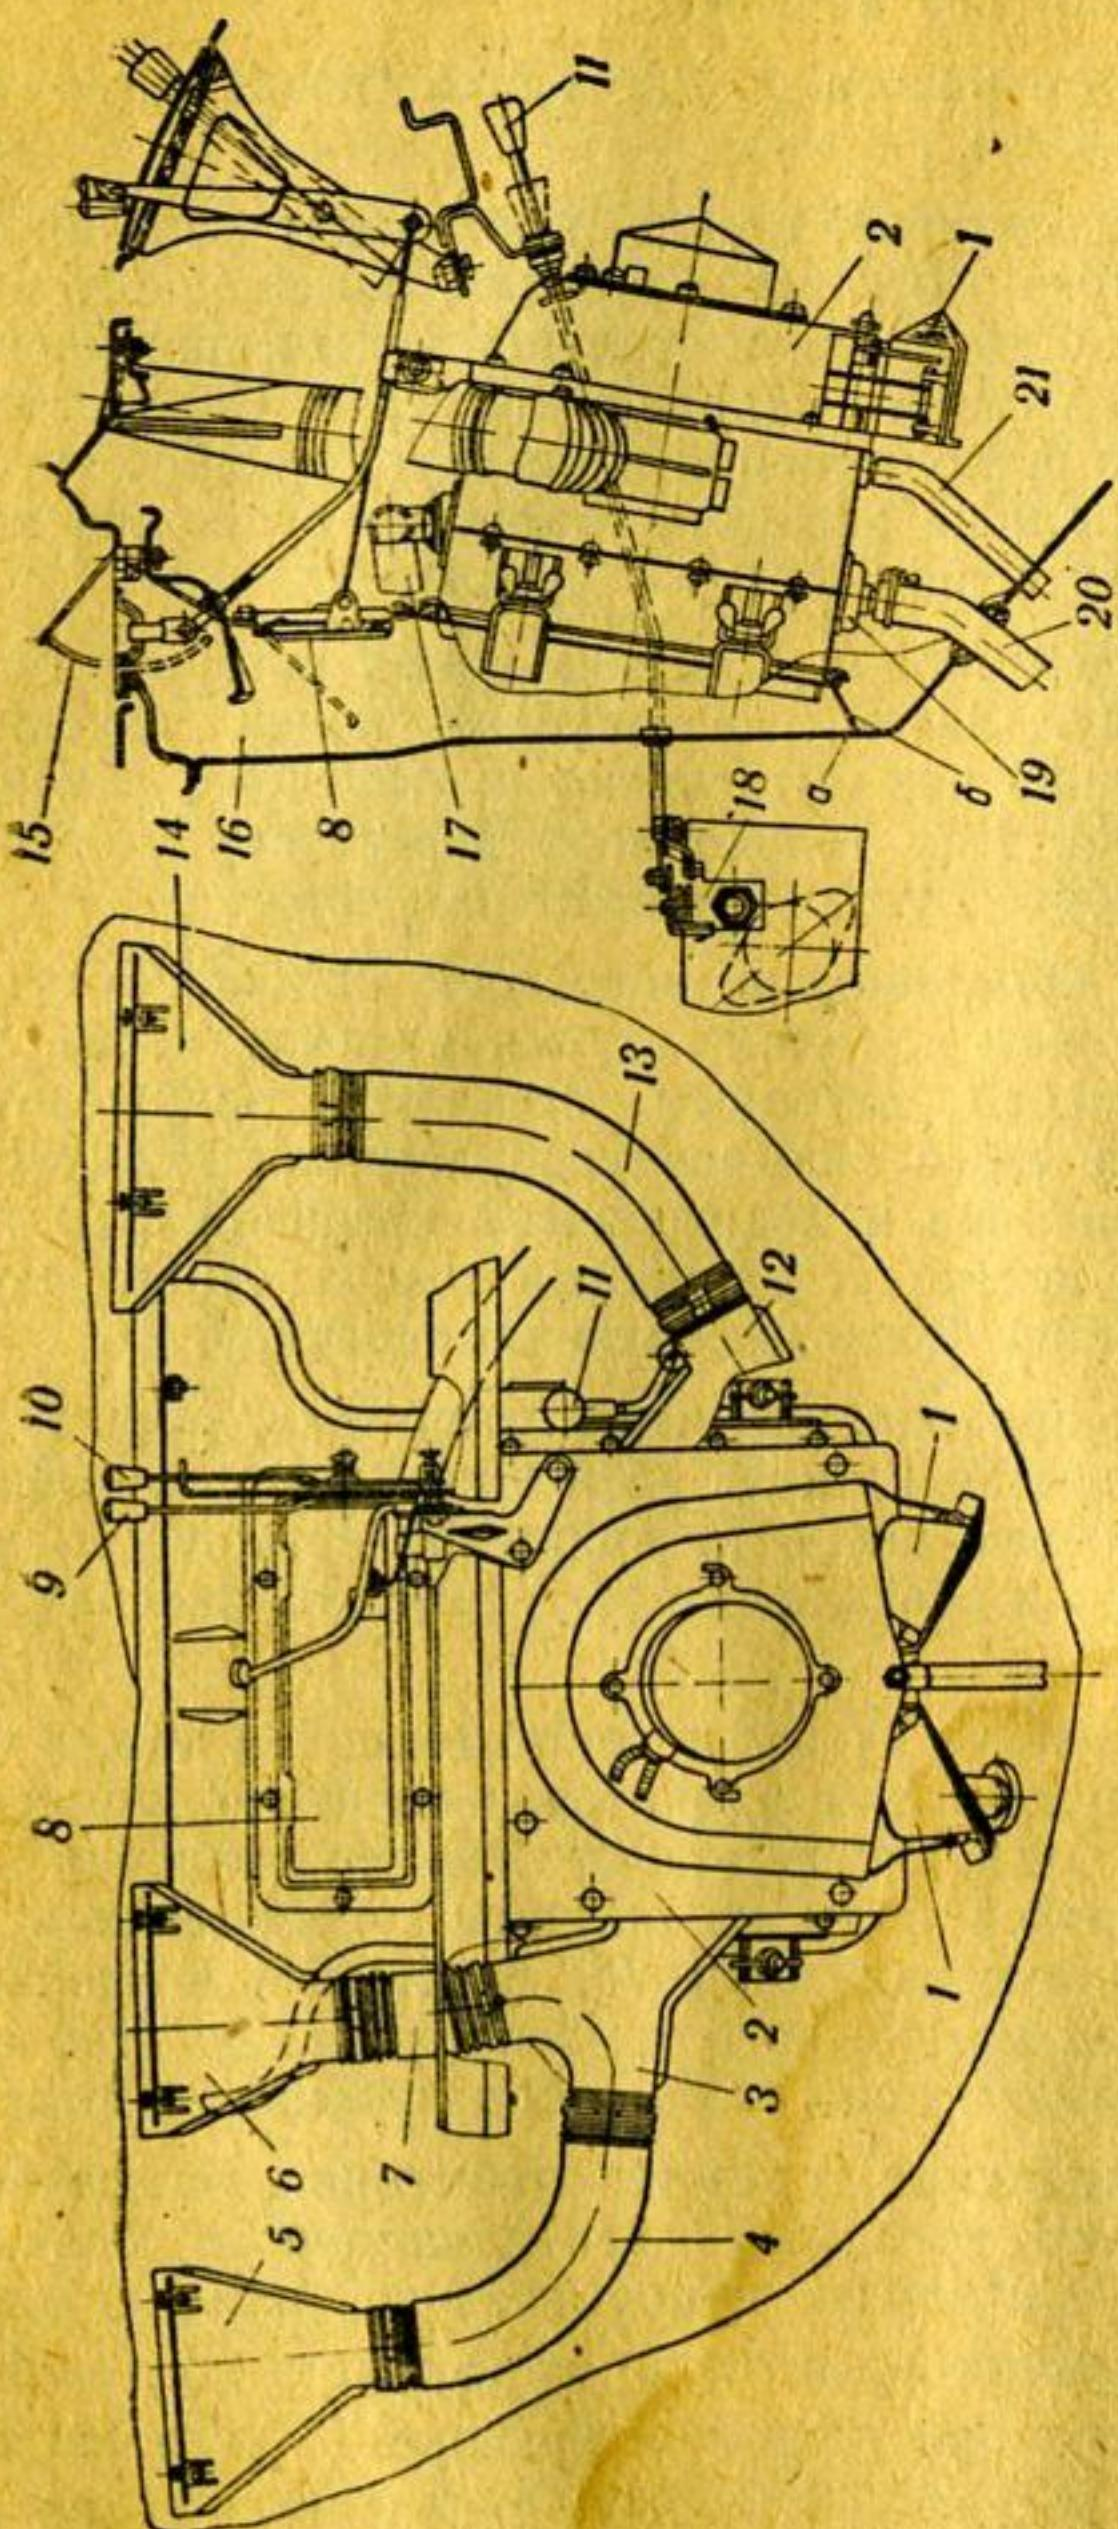

Рис. 9. Отопитель кузова и обогреватель ветрового стекла:
**Отопитель кузова и обогреватель ветрового стекла.** В отопитель кузова воздух может поступать двумя путями: через люк снаружи автомобиля (перед ветровым стеклом), закрываемый крышкой 15 (рис. 9), и через люк воздухоприемника 16, находящийся под панелью приборов и закрываемый крышкой 8. В первом случае в отопитель поступает наружный воздух, во втором — воздух из кузова, имеющий более высокую температуру.
Воздух (наружный или из кузова), поступающий в кожух отопителя 2 (рис. 9), нагревается в радиаторе отопителя, помещенном внутри кожуха, от воды, идущей из системы охлаждения двигателя. Для отбора горячей воды из системы охлаждения в радиатор отопителя предусмотрен кран 18, ввернутый в угольник (штуцер) водяной рубашки впускного трубопровода. Во всех случаях пользования отопителем кран должен быть полностью открыт.